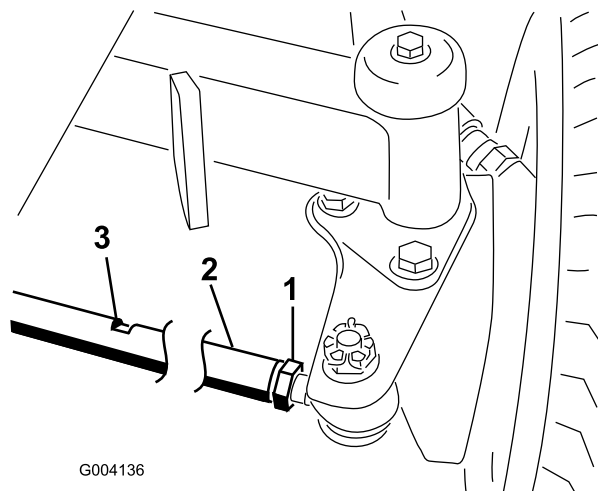

Bild 90
2. Lösen Sie die Klemmmutter an jedem Ende der Spurstange (Bild 90).